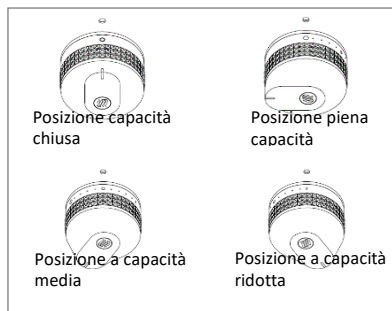

Figura 1 : Regolazione della leva di comando
6. Regolare poi a piacere l'altezza della piastra girando la o le leve di comando da calore massimo (cerchio grande) a calore minimo (cerchio piccolo) (Vedere figura 1)